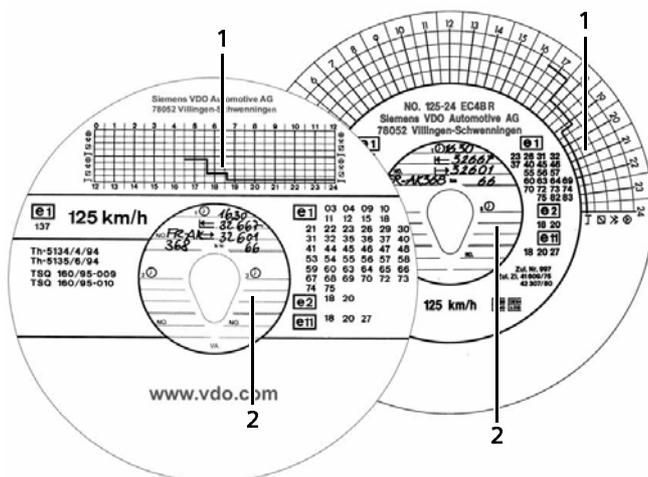

Abb. 15: Handschriftliche Eintragungen auf der Rückseite
- ohne Drehfrequenzaufzeichnung, siehe Abb. 15, Seite 12